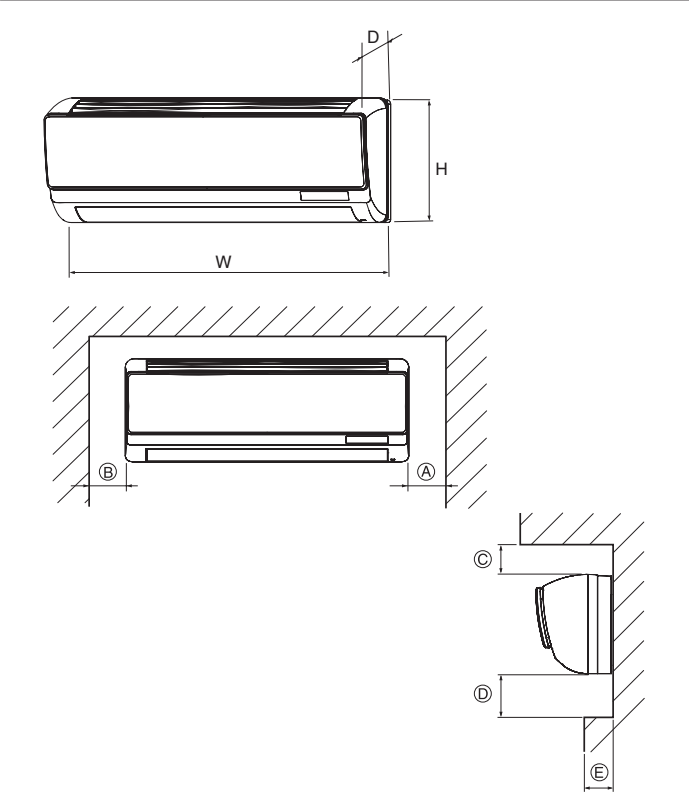

Fig. 2-1
①	Soporte de fijación en la pared	1	Fijado a la parte trasera de la unidad
②	Tornillo roscado 4 x 35	8	Paquete envuelto
③	Cinta de fieltro	1
④	Cable del mando a distancia MA	1
⑤	Cable	1
⑥	Abrazadera	1
⑦	Sujetador	1
2.1. Dimensiones exteriores (Unidad interior) (Fig. 2-1)